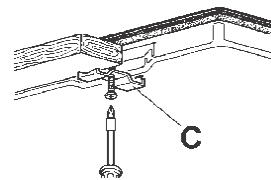

Рис. 6
- Вставьте варочную панель в отверстие в столешнице и отрегулируйте ее положение, после чего закрепите с помощью шурупов и фиксирующих скоб С (рис. 6).